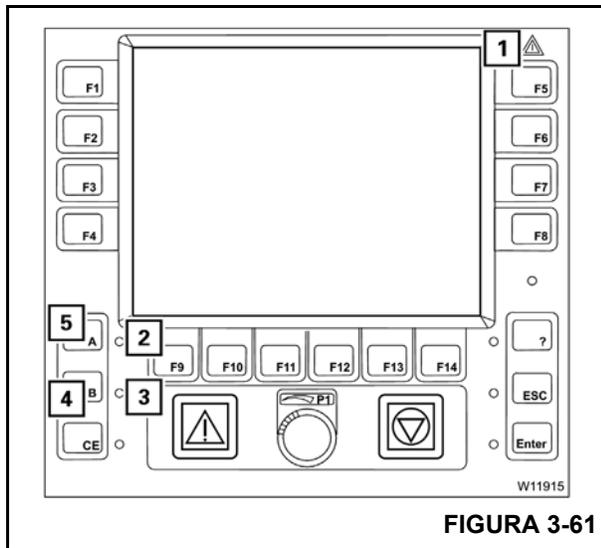

FIGURA 3-61
- el indicador de advertencia/error (1, Figura 3-61)
- la luz del botón A (2).
Si los mismos mensajes de advertencia todavía están presentes, las luces (1) y (2) (Figura 3-61) se iluminan.